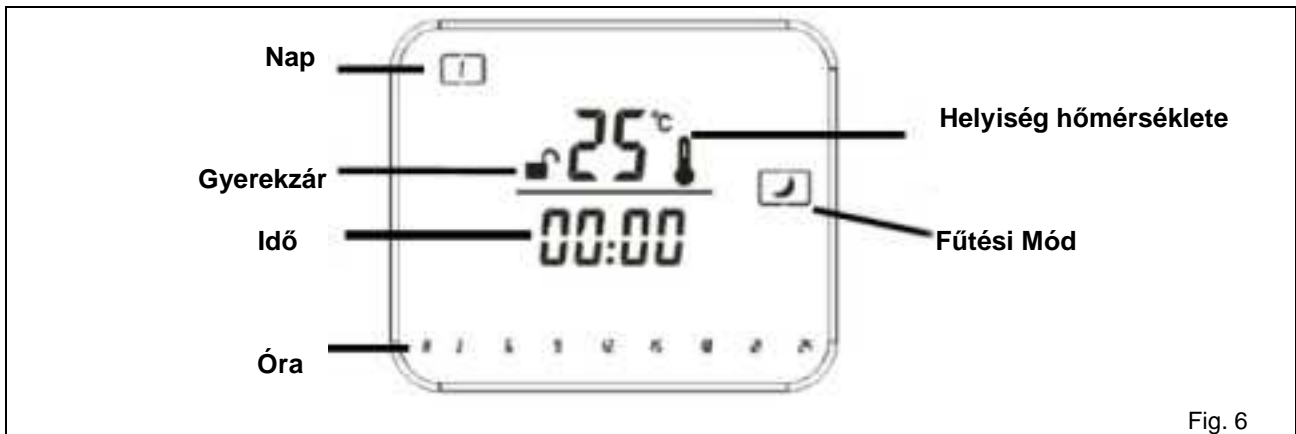

Fig. 6
3. A készülék első használatakor a kijelző mutatja a napot, a gyerekszár állapotát, a helyiség hőmérsékletét, a fűtési módot és az időt (lásd Fig. 6).